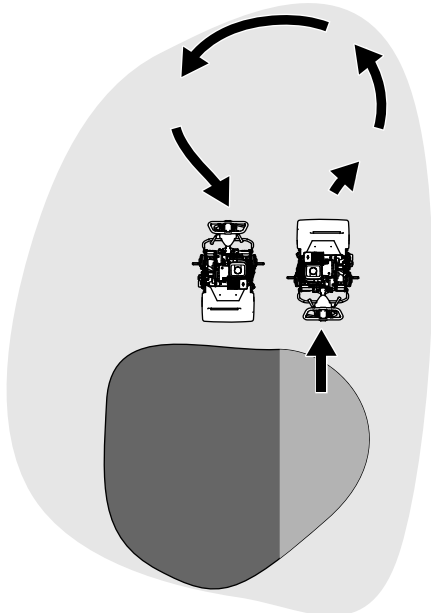

Bild 23
- Heben Sie die Mähspindel an (drücken Sie den Hebel nach unten) und wenden Sie auf der Antriebstrommel, wenn Sie die Maschine vom Grün fahren (Bild 23).
1. Den Antriebskupplungshebel am Getriebe (**Bild 23**) lokalisieren.